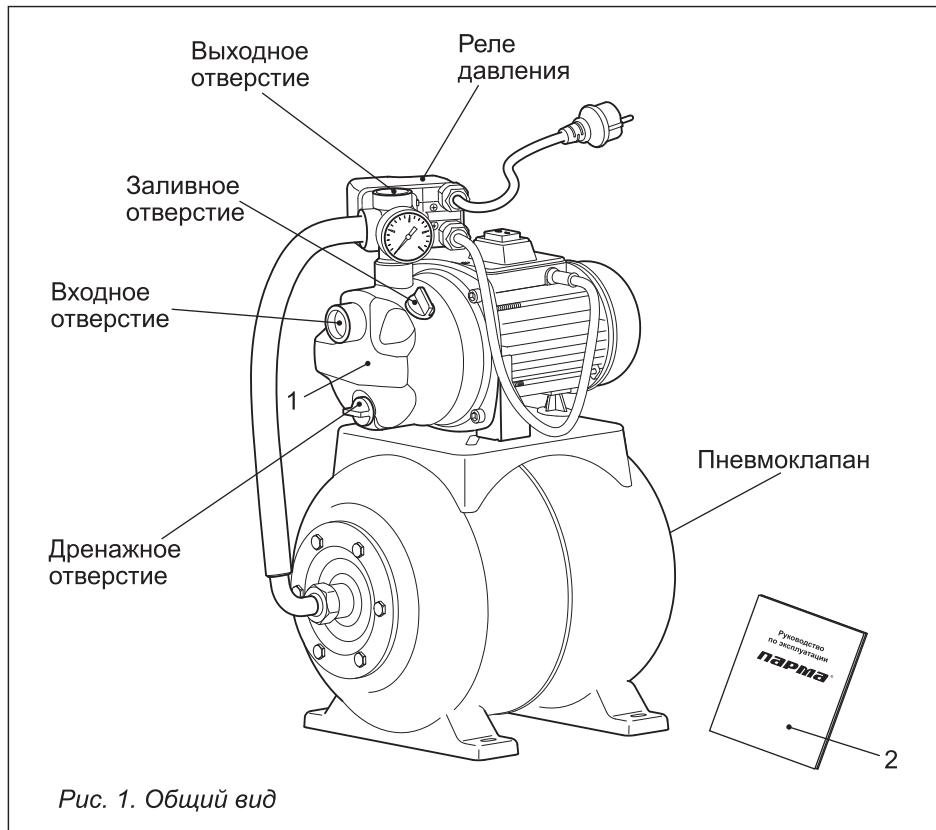

Рис. 1. Общий вид
- Всасывающий трубопровод должен быть герметичным, прокладываться с поднимающимся уклоном к насосу (*рис. 1*).